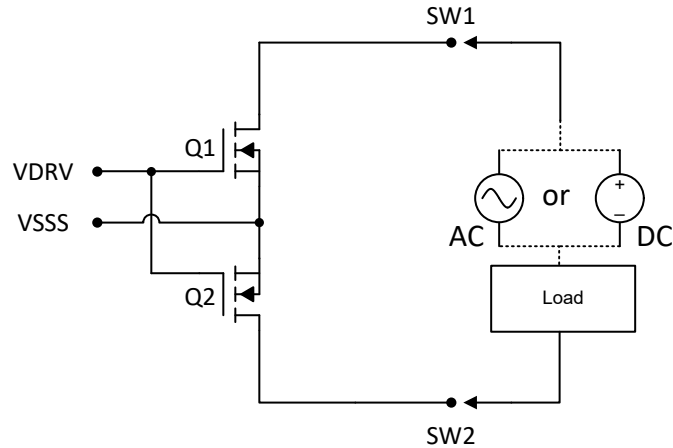

图 4-1. 交流/直流负载
- a. 图 4-1 显示了使用两个背对背公共源 MOSFET 的应用。通过连接 SW1 和 SW2 端子之间的负载，用户可以加载 EVM 与交流或直流负载。通过使用两个背对背 FET，体二极管能够切断正电压和负电压。此外，可以通过添加 RC 缓冲器，在出现高电感负载时抑制开关振荡。